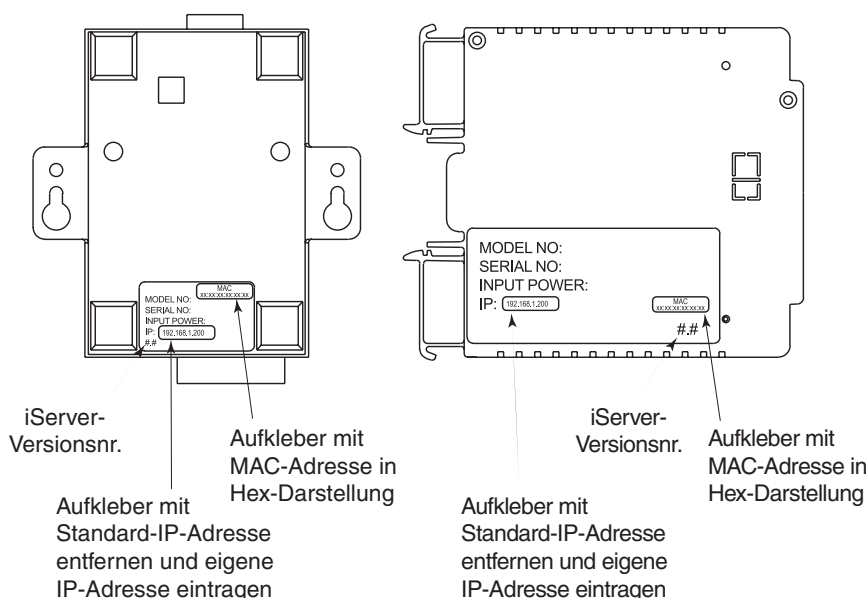

Abbildung 3.1 Typenschild
Ziehen Sie den kleinen Aufkleber mit der Standard-IP-Adresse ab. Darunter befindet sich ein Feld, in das Sie die zugewiesene IP-Adresse eintragen können. S. **Abbildung 3.1**.
Geben Sie am Computer in der MS-DOS-Eingabeaufforderung den Befehl **ping 192.168.1.200** ein und drücken Sie Enter. Wenn DHCP- und DNS-Server verwendet werden, geben Sie den Befehl **ping eisxxxx** ein. Dabei steht xxxx für die letzten vier Zeichen der MAC-Adresse, die auf dem Gerät angegeben ist (s. **Abbildung 3.1**). Die Antwort sollte ähnlich wie in **Abbildung 4.1** gezeigt aussehen.
- Wenn DHCP und DNS aktiviert sind, geben Sie im Browser <http://eisxxxx> ein, wobei **xxxx** für die letzten vier Zeichen der MAC-Adresse steht (s. **Abbildung 3.1**).